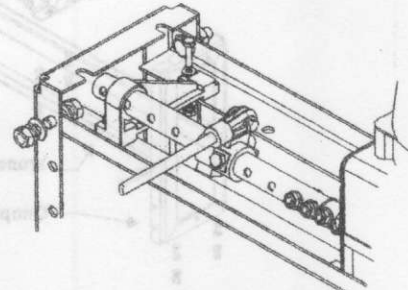

Рис.5. Узел удлинения вала
- Выполняется отверстие в обшивке тележки для выхода тяги. Тяга вкручивается в шарнирный узел выключателя (рис. 5).
- Выполняется отверстие в обшивке камеры диаметром 16мм, для выхода тяги. Тяга вкручивается в шарнирный узел выключателя (рис. 5).